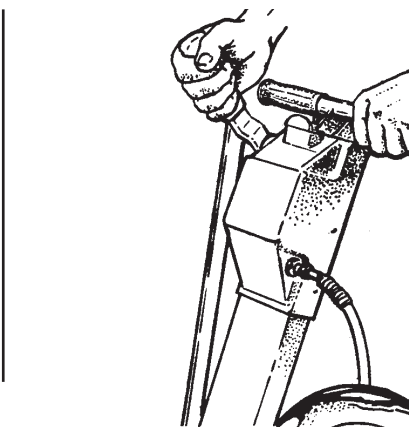

Figura 1
- 1 Baje el tambor de lijado con la palanca de control. (Figura 1)
- 1 Instale el extremo de manguera de 2" (Figura 1, A) directamente sobre el tubo de escape (Figura 1, B).
- 1 Instale el adaptador del extremo de manguera de 2" x 1 1/2" (No de pieza 30563A) (Figura 1, C) sobre el tubo de escape (Figura 1, B).
- 2 Inserte el extremo de manguera de 1 1/2" (Figura 1, D) en el adaptador (Figura 1, C).